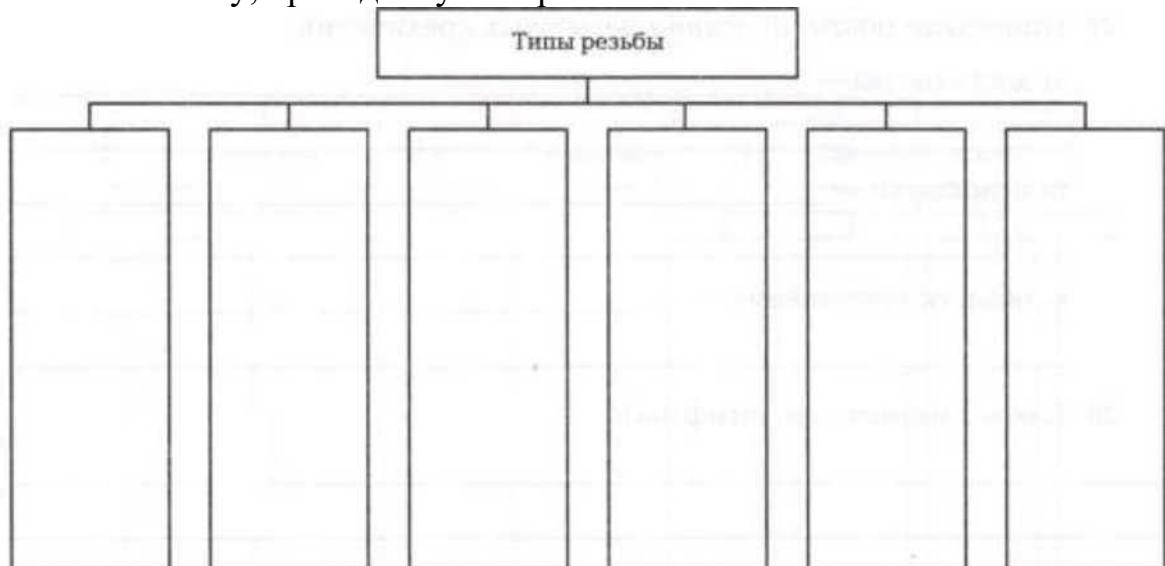

Рис. 4. Классификация типов резьбы
9. Заполните схему, приведенную на рис. 4.